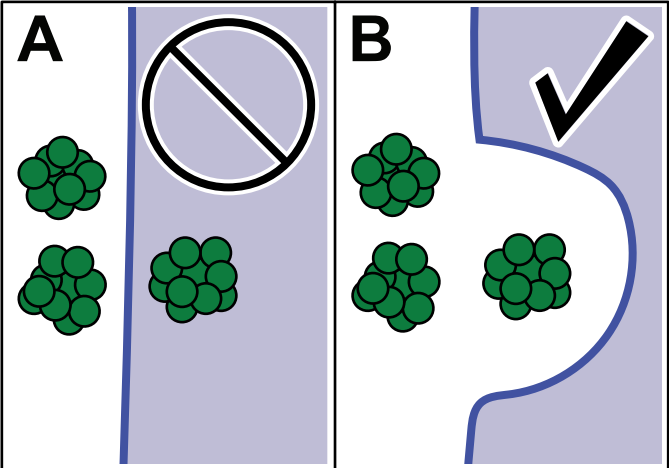

Figure 29
- La limite de l'**AOA** ne doit pas être cartographiée sous des arbres ou d'autres obstacles car cela pourrait empêcher la communication GNSS avec la machine (Figure 29).